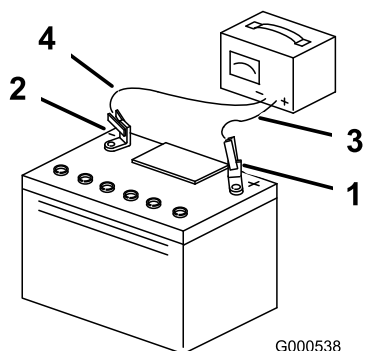

Рисунок 26
5. После полной зарядки аккумулятора отсоедините зарядное устройство от электророзетки и штырей аккумулятора (Рисунок 26).